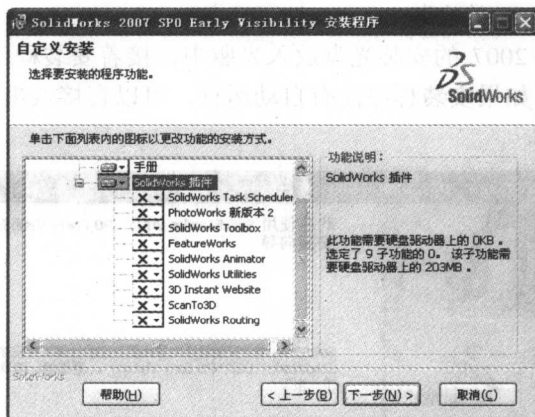

图 1-3 【自定义安装】对话框
(3) 选中 **【SolidWorks】** 单选按钮, 然后单击 **自定义(U)** 按钮进入 **【自定义安装】** 对话框, 如图 1-3 所示。